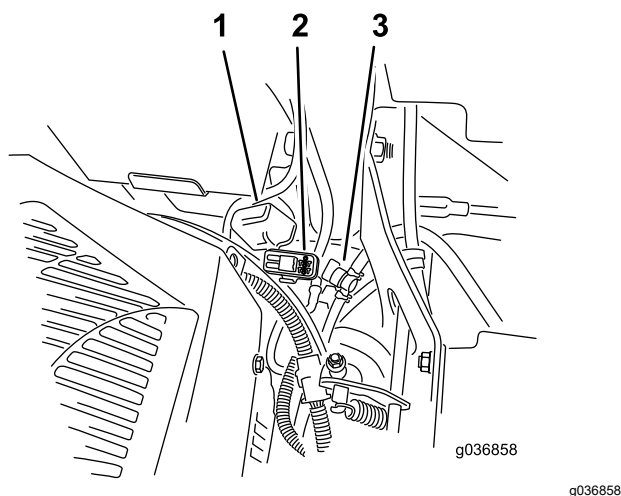

Figura 54
Os fusíveis encontram-se no lado direito da consola perto do banco (**Figura 54**).
2. Instale um novo fusível (**Figura 54**).